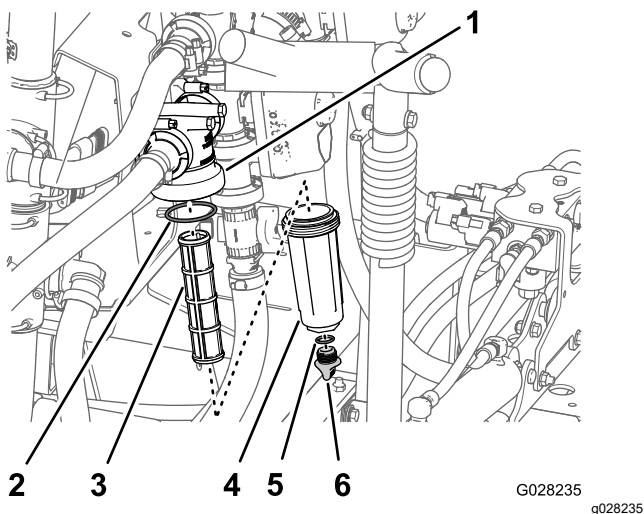

图 102
2. 在压力式滤清器下放置一个排放盘图 102。
3. 逆时针旋转排油塞然后将其从压力式滤清器的油碗中取出图 102。
4. 逆时针旋转油碗然后将其从滤清器头中拿出图 102。
5. 拆下旧压力式滤清器的滤芯图 102。
6. 检查排油塞的 O 形圈在油碗内侧和油碗的 O 形圈在滤清器头内侧是否有磨损和损坏图 102。
7. 将新的压力式滤清器滤芯安装到滤清器头中图 102。
8. 将油碗安装到滤头上并用手紧固图 102。
9. 将排油塞安装到油碗上并用手紧固图 102。